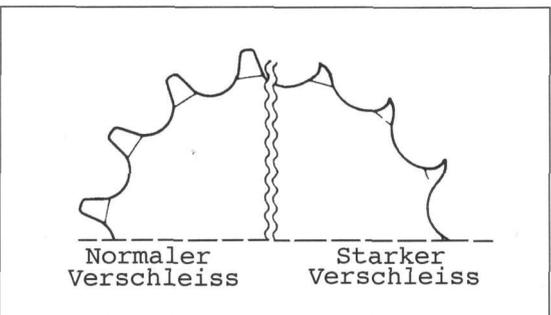

Bild 39
-  Gleichzeitig Zähne der Kettenräder auf Abnutzung untersuchen (Bild 39).